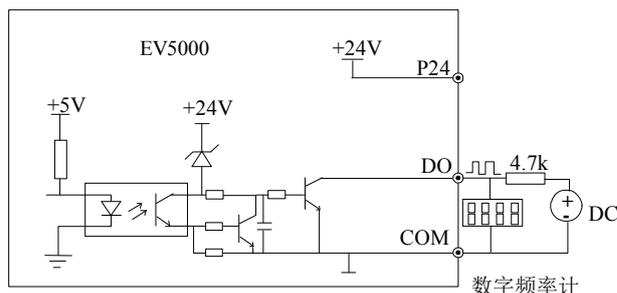

图4-30 输出端子 DO 连接方式 2
4. 数字脉冲频率输出 DO 也可使用外部电源, 接线方式参见图 4-30。